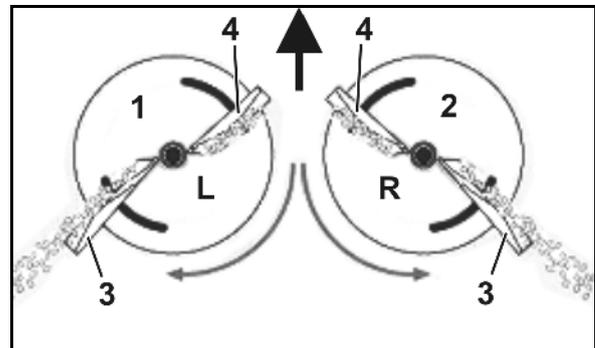

Fig. 32
- linke Streuscheibe (Fig. 32/1) mit Markierung **L**.
- rechte Streuscheibe (Fig. 32/2) mit Markierung **R**.
- **Lang** (Fig. 32/3) – Einstellskala mit Werten von 35 bis 55.
- **Kurz** (Fig. 32/4) – Einstellskala mit Werten von 5 bis 28.